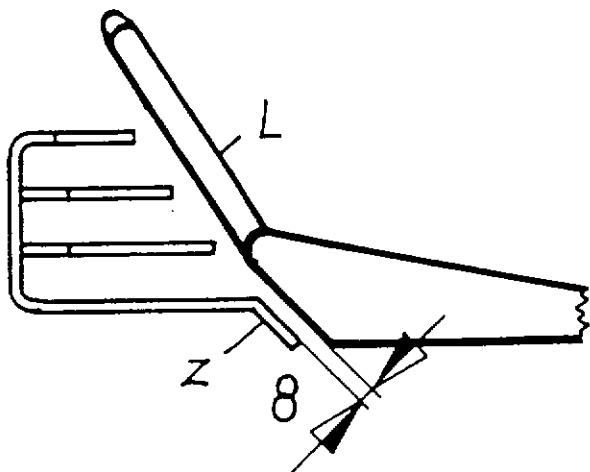

Bild 23
- Räumler (Bild 23 und 24 prüfen)